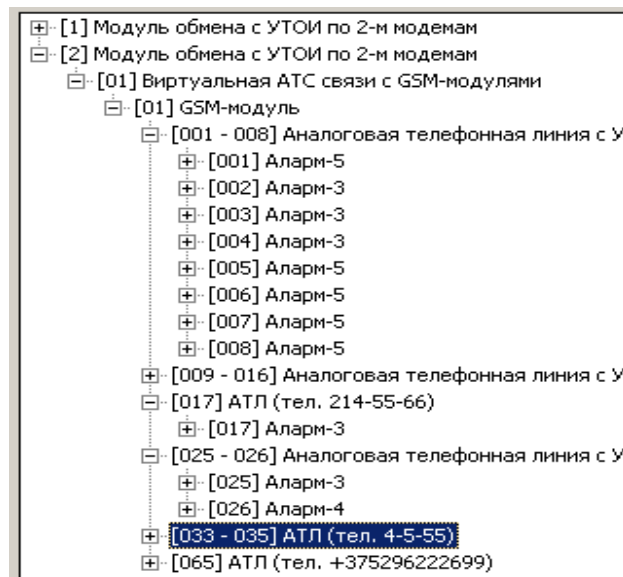

Рисунок 28
4. В случае работы с GSM-модулем (коммутатором), имеющим 8 входных линий, максимальная емкость на один модуль ограничивается – 64-мя адресами (8-ми шлейфными приборами). При установке GSM- модуля на городской (ведомственной) АТС подключение абонентских приборов производится через УК-1/8 (до 8 шт). Если расстояние до объектов приборов не превышает 1 км., и не требуется одновременное использование телефона, то возможно подключение до 8-ми приборов на каждую линию GSM-модуля по физическим парам. В отличие от коммутаторов КН, КЛТ, и ККЦ, при подключении линий к GSM-модулю необходимо контролировать адреса в БД ПЦН вручную: каждое следующее подключение к GSM линии (в не зависимости от количества приборов на данной линии) должно быть кратно 8+1 (1-8, 9-16, 17-24, 25-32, 33-40, 41-48, 49-56, 57-64), рисунок 28.
Примечание. Для GSM – модуля на 65 адрес необходимо завести карточку прибора непосредственно для самого «Аларм GSM» (тип формуляра – ППКОП-8, прибор может быть любой) и в поле «Номер телефонной линии» ввести (с кодом страны и города) номер сотового модема, установленного на объекте (рисунок 28).